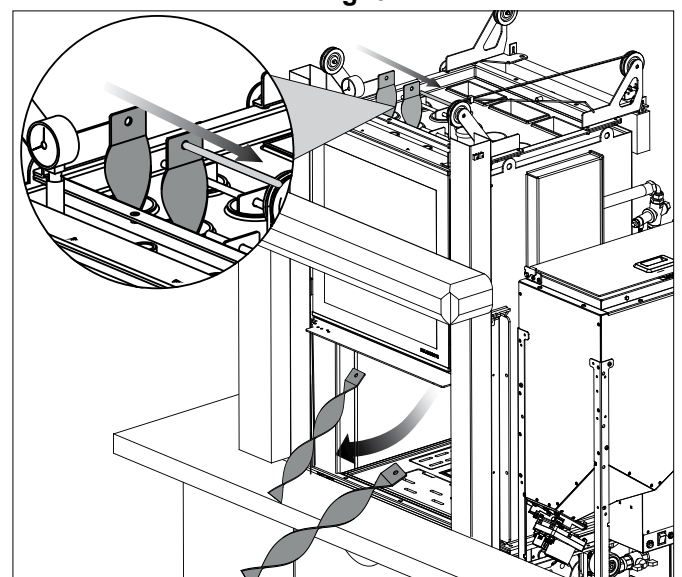

fig. 6.4
- Desde el compartimento de inspección superior levante ligeramente los turbuladores que se encuentran en el interior de los tubos de intercambio y saque la clavija metálica que une su posición (fig.6.4)
- Saque desde abajo los turbuladores y limpie los tubos de intercambio (fig.6.4)